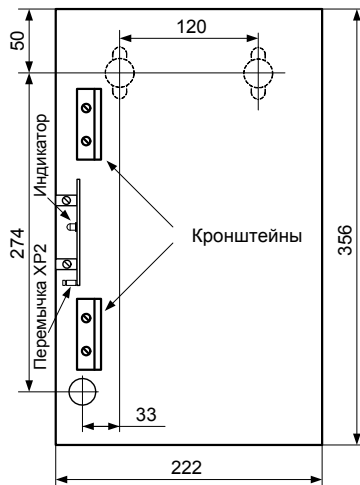

Рис.1
2.2.1 Бокс устанавливается на стенах или других конструкциях охраняемого помещения вблизи источника питания, к которому он подключается, на расстоянии не более 1 метра. Габаритно-установочные размеры указаны на рис.1.